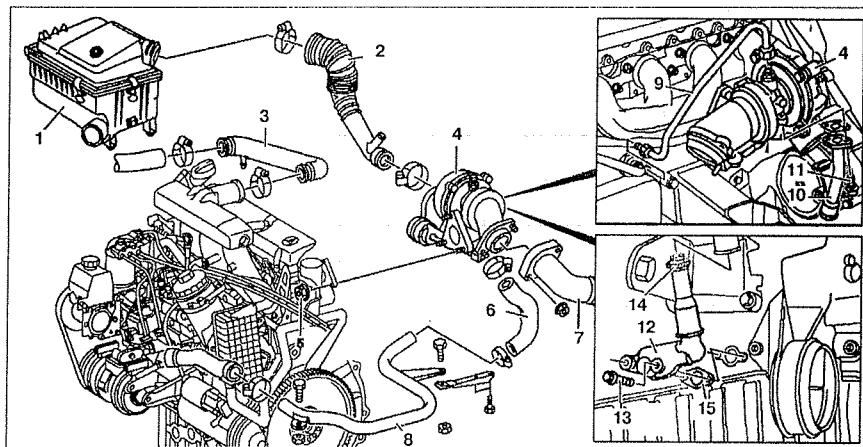

Рис. 4.50. Турбонаддув:
1. Снимите воздушный фильтр 1 (см.рис.4.50).